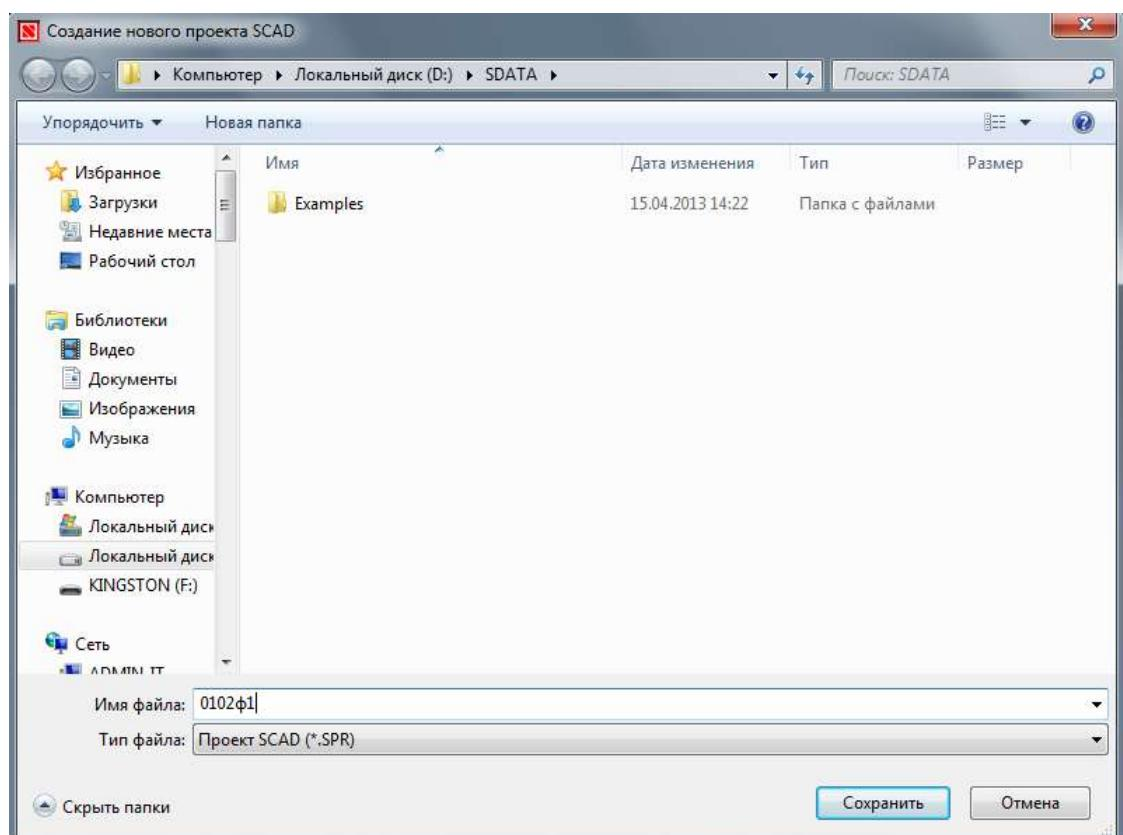

Рисунок 1.4- Диалоговое окно для сохранения файла с новым проектом
3. Далее для сохранения введенных данных о новом проекте курсор в диалоговом окне подводится к кнопке ОК и нажимается левая кнопка мыши. На экране появится окно Создание нового проекта SCAD, где в поле Имя файла необходимо ввести имя файла, содержащего будущий проект SCAD и нажать кнопку Сохранить (рис. 1.4). При этом файл будет сохранен (по умолчанию) в папке SDATE на диске C.